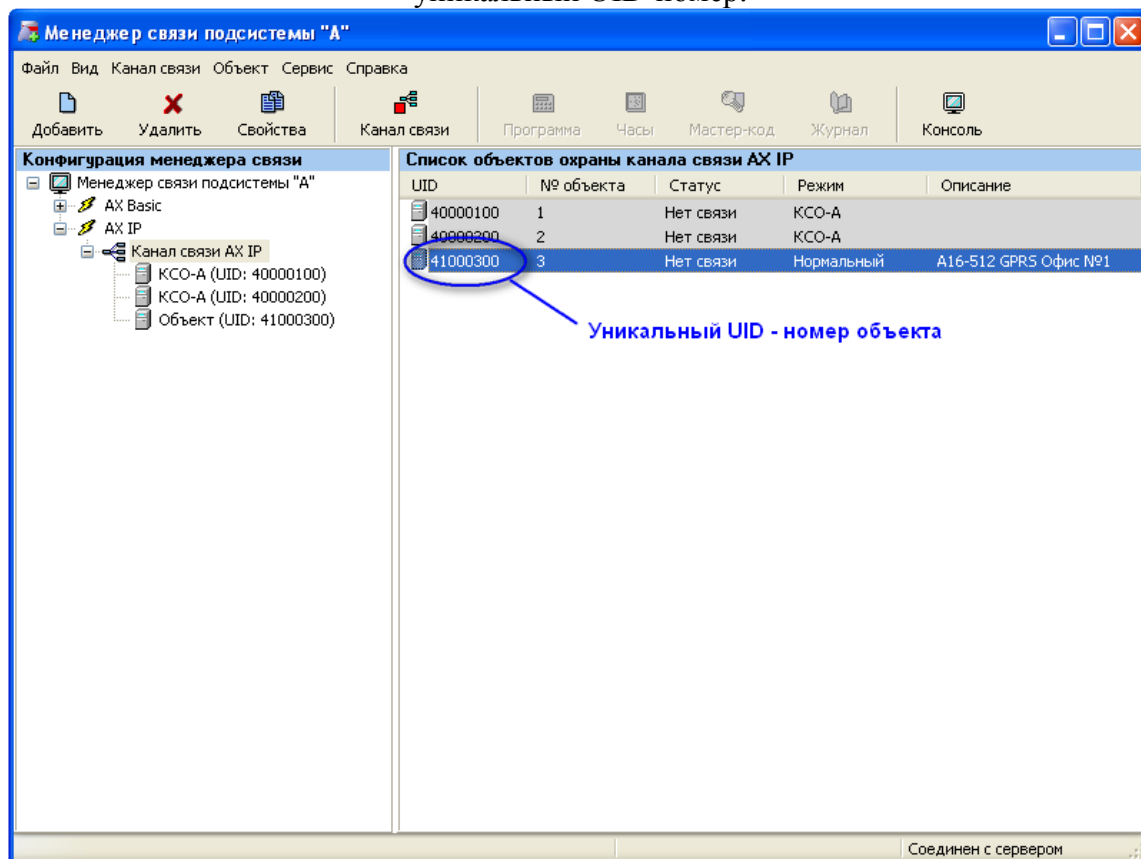

Рис.85 – Уникальный UID-номер
**ВНИМАНИЕ!** Добавление UID-номера объекта в программном модуле «АРМ ДО Сеть» в режиме конфигурирования **обязательно!!!** (Рис.85)